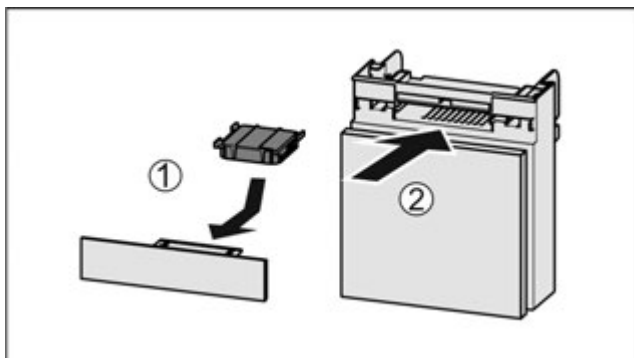

Fig. 88
- ▶ Вставити фільтр з активованого вугілля за малюнком Fig. 88 (1).
- ▶ Вставити відділення Fig. 88 (2).